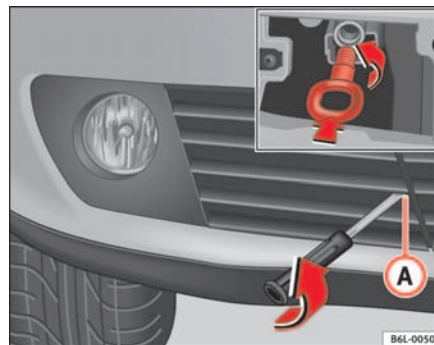

Fig. 159 Argolla de remolque delantera
- Extraiga el tornillo  ⇒ página 237, fig. 159.